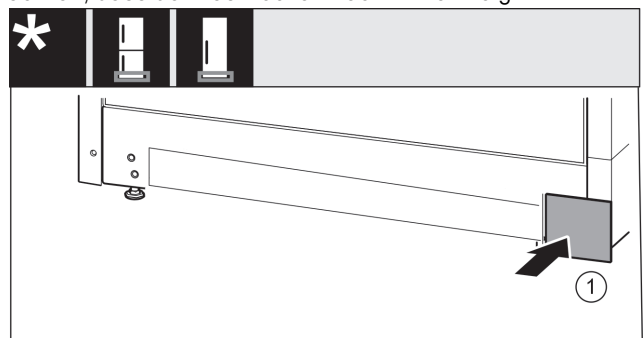

Fig. 45
- ▶ Abdeckung Fig. 45 (1) auf der anderen Seite wieder aufsetzen.